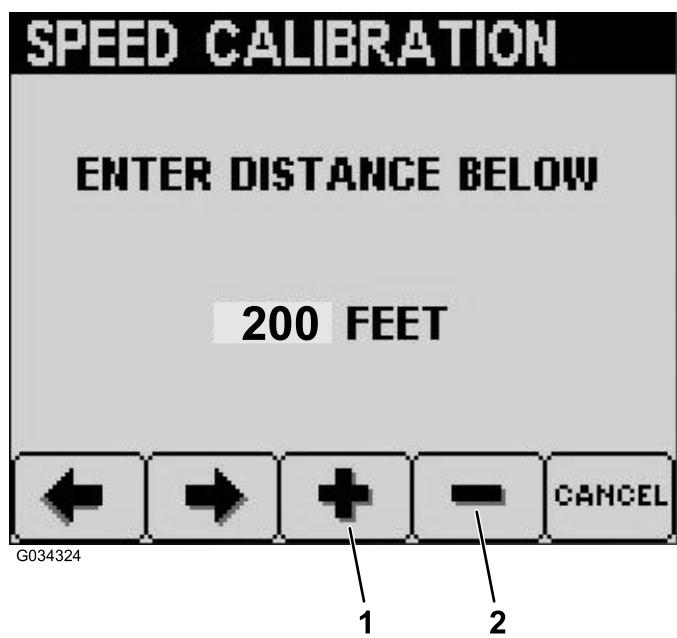

Figura 32
- Pulse el botón 3 para aumentar la distancia deseada, o pulse el botón 4 para reducir la distancia deseada (Figura 32).